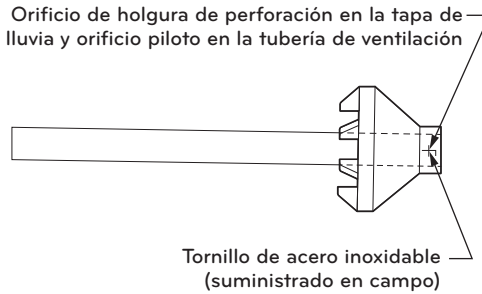

Fig.7-14 Conjunto alternativo de tapa de lluvia a tubo de ventilación
- Asegure el ensamblaje a la estructura del techo como se muestra en la Fig.7-14 utilizando flejes de metal suministrados en el campo o material de soporte equivalente.